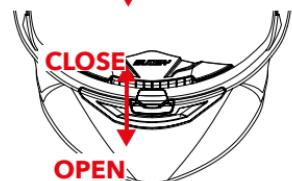

ABBILDUNG 4
- ABBILDUNG 4: Bewegen Sie den Cursor A1, der sich im Inneren des Kinnschutzes befindet, nach unten, um die Luftöffnung aufzumachen. Bewegen Sie den Cursor A1 nach oben, um die Luftöffnung zu schließen.